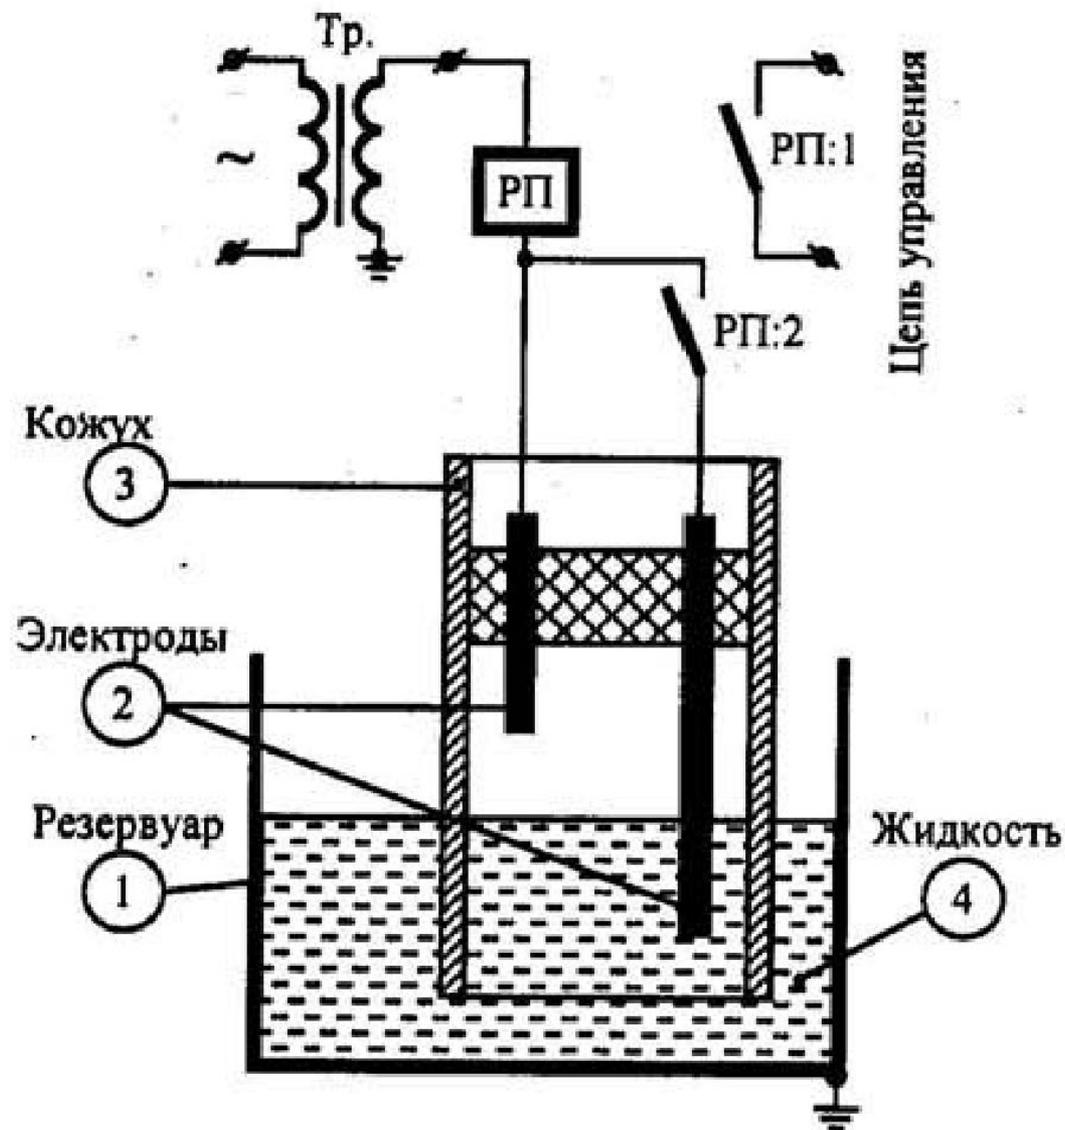

Рис. 2. Электродное реле уровня
2.2. Электродное реле уровня (рис.2.)